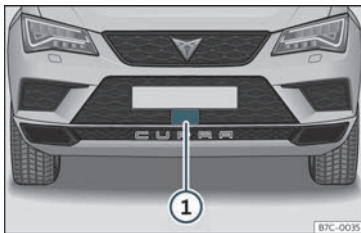

Fig. 217 En el para-xocs davanter: sensor de radar.
Amb el vehicle aturat, apagueu el motor i torneu a posar-lo en marxa. Feu una comprovació visual del sensor de radar » **fig. 217**. Si segueix sense estar disponible, aneu a un taller especialitzat perquè revisin el sistema.
Al para-xocs davanter hi va muntat un sensor de radar per captar la situació del trànsit >>> **fig. 217 ①**.
de forta boira o brutícia. Netegeu el sensor >>> **fig. 217**.